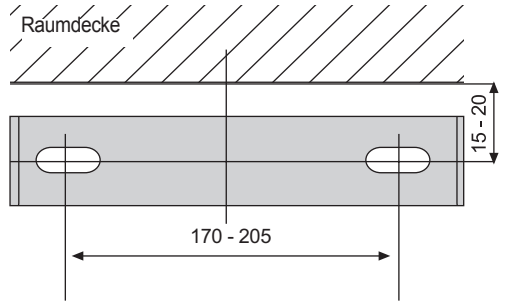
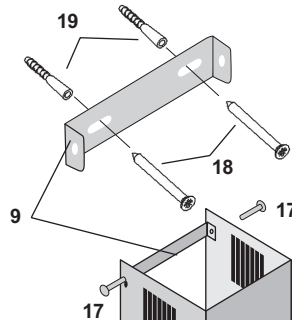

Abb. 17
Abb. 18
Bei Umluftbetrieb: den Teleskopschaft (2) so einsetzen, dass die Luftaustrittsschlitze oben sind (Abb. 18).
Befestigen Sie das Montageblech (9) (Abb. 17) mit zwei Schrauben 3,5x25 mm (18) und zwei Dübeln 6 mm (19) an der Wand. Wählen Sie den Abstand des Montagebleches (9) entsprechend nebenstehender Skizze (Abb. 18)